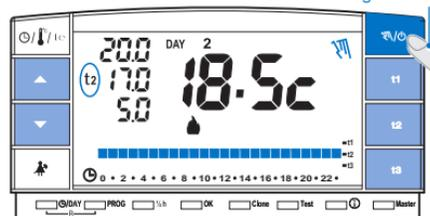

Abb. 47
7.1(B) PERMANENTER MANUELLER BETRIEBSMODUS
- Halten Sie die Taste "⏸/⏹" (etwa 4 Sek.) gedrückt, das Symbol "⏸" bleibt fest eingeschaltet. Die laufende Temperatureinstellung wird auf alle Stunden des Tages angewandt (Bsp. Abb. 47).